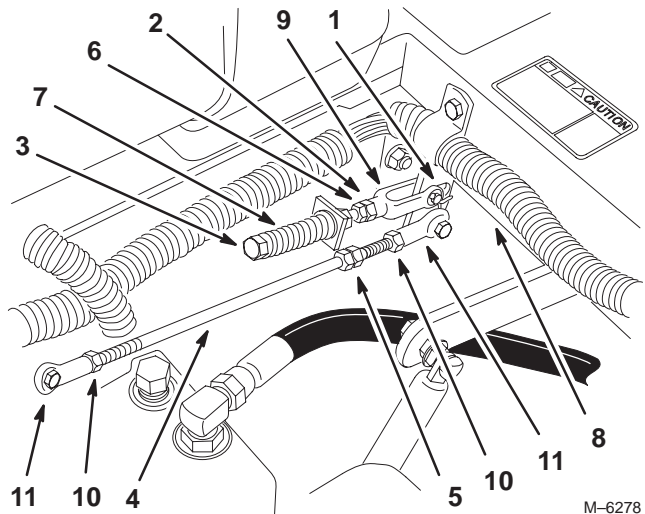

Figure 54
5. Placez le levier au point mort, **sans le verrouiller** (Fig. 54).
6. Tirez ensuite le levier en arrière jusqu'à ce que l'axe de chape (situé sur le bras au-dessous de l'axe de pivot) touche l'extrémité de la fente (c.-à-d. commence juste à appuyer sur le ressort) (Fig. 54).
8. Si un réglage s'impose, desserrez l'écrou et l'écrou de blocage (Fig. 54).
10. Serrez l'écrou et l'écrou de blocage (Fig. 54).
1. Desserrez les contre-écrous sur les rotules de la tige de commande de la pompe (Fig. 54).
3. Réglez la longueur de la tige de pompe en tournant les doubles écrous dans le sens voulu, jusqu'à ce que la roue soit immobilisée ou tourne légèrement en marche arrière (Fig. 54).
6. Serrez les contre-écrous contre les rotules (Fig. 54).